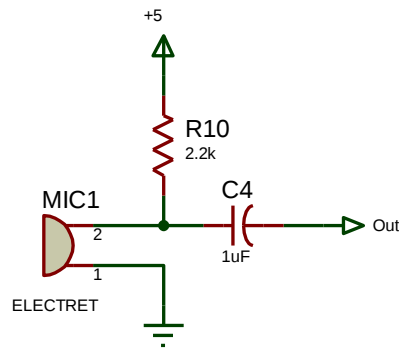

Figura 7.5. Circuito de micrófono
11. Arme el circuito de la figura 7.5.